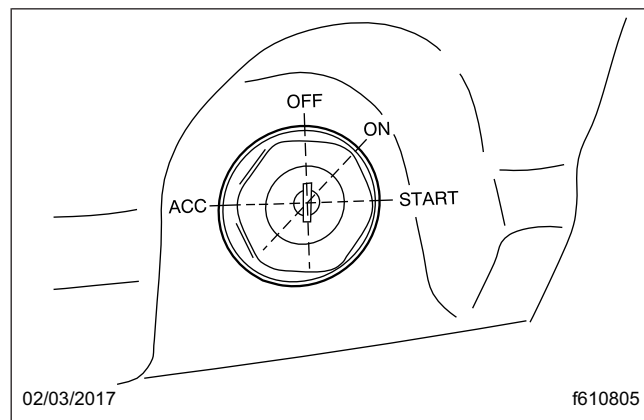

Figura 7.14, Interruptor de ignición
4. Encienda el interruptor de la ignición. Vea la **Figura 7.14**. Las siguientes acciones deben ocurrir: